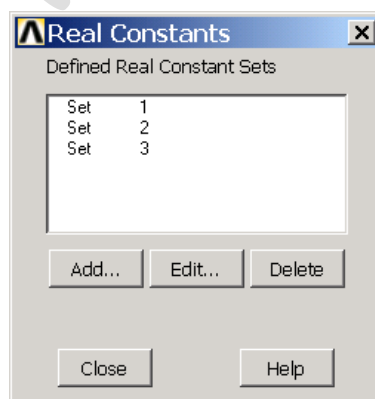

图12.26 定义实常数
(5) 单击 Main Menu>Preprocessor>Real Constants>Add/Edit/Delete 菜单, 打开【Real Constants】对话框。单击【Add...】按钮, 弹出单元类型选择对话框, 接着单击【OK】按钮, 在【Real Constants set No.】文本框中输入【1】, 在【AREA】文本框中输入【A1】, 单击【Apply】按钮。接着按同样的方法定义实常数 2 和 3, 【AREA】区域分别输入【A2】和【A3】。完成后单击【OK】按钮, 如图 12.26 所示。